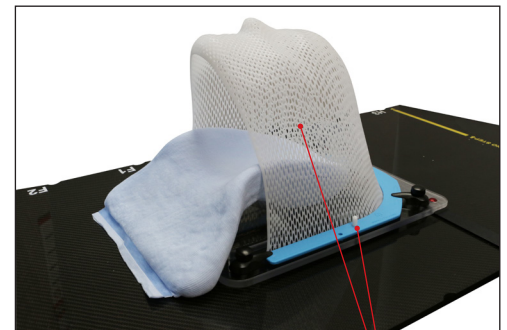

Figure 3
1. Placer le masque sur le patient en alignant les 2 broches du panneau de tête avec les orifices receveurs du masque (Figure 3).